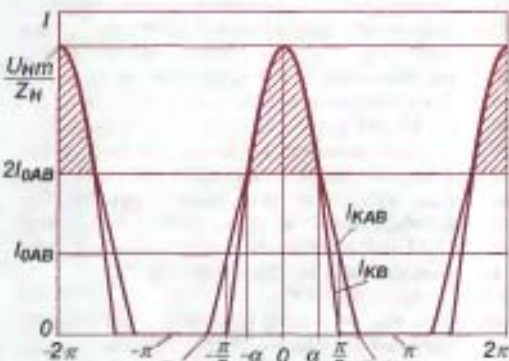

Рис. 9
Несколько сложнее дело обстоит при работе каскада в промежуточном режиме класса АВ. Потребляемый им ток в этом случае не определяется простым суммированием выходного тока и тока покоя, как это указано в некоторых источниках. Правильное соотношение токов для такого режима можно найти, обратившись к рис. 9, где показана форма коллекторного тока одного из выходных транзисторов в режиме АВ ($I_{\text{к АВ}}$) и для наглядности — в режиме В ($I_{\text{кВ}}$).
На интервалах $-\pi + \alpha \dots -\alpha$ и $\alpha \dots \pi - \alpha$ в режиме АВ оба плеча каскада находятся в линейной области, и изменения тока нагрузки делятся поровну между ними. В момент фазы $-\alpha$ нижнее плечо выключается и до момента α на нагрузку работает только верхнее. На этом интервале мгновенное значение тока $I_{\text{к АВ}}$ повторяет ток нагрузки. Из рис. 9 видно, что средний ток $I_{\text{к ср}}$ в этом режиме можно определить как сумму двух составляющих, одна из которых равна току покоя $I_{\text{к АВ}}$, а другая — определяется площадью заштрихованной области, расположенной выше тока $2I_{\text{к АВ}}$ на интервале $-\alpha \dots \alpha$:
Разложение в ряд Фурье импульсов тока $I_{с.н.}$ и $I_{с.н.}$, изображенных на рис. 9, показывает, что амплитуда первой гармоники пульсаций тока I_c при работе выходного каскада в классах В и АВ тоже равна половине амплитуды синусоидального тока нагрузки, следовательно, выражение (16) справедливо и для этих режимов.